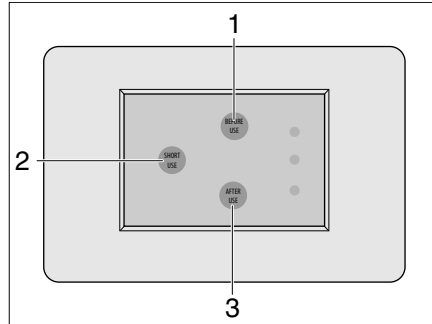

Fig. 367 Pannello toilette sminuzzatrice
- Premere il tasto Short-Use (Fig. 367,2).
- Prima di andare alla toilette, premere il pulsante Before-Use (prima dell'uso) (Fig. 367,1).
- Dopo l'uso della toilette, premere il pulsante After-Use (dopo l'uso) (Fig. 367,3).